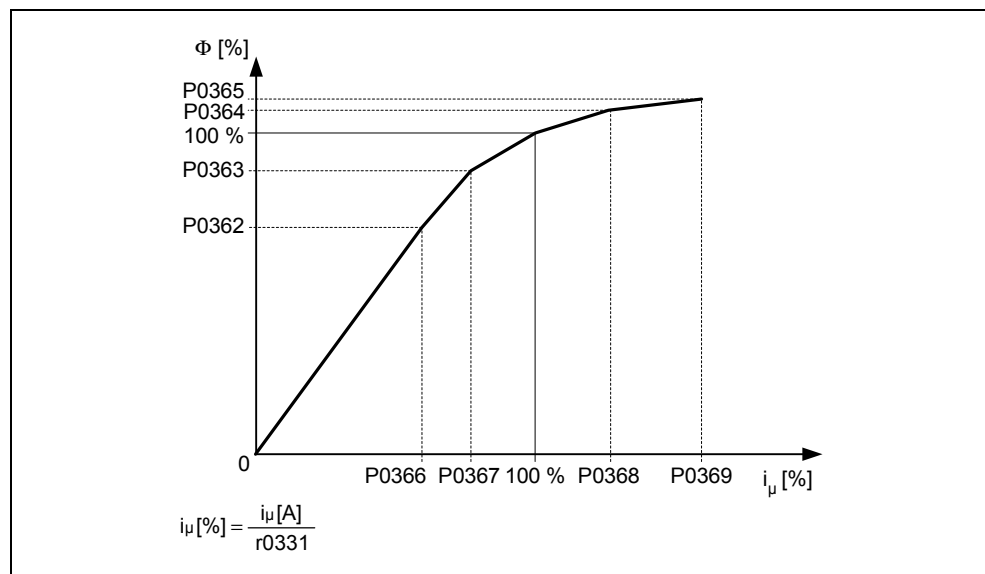

Bild 3-27 Magnetisierungskennlinie
- Magnetisierungskennlinie (siehe Bild 3-27) → P1910 = 3